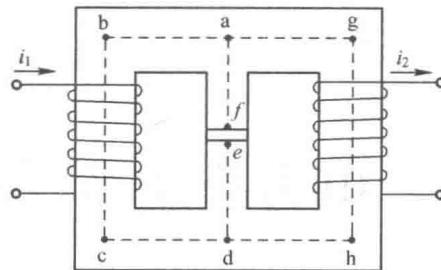

图 1-2 磁路铁心示例
1. 图1-2所示的铸钢铁心线圈内通入电流产生磁动势1500 A，其尺寸见表1-1，试求下列三种情况下，右边线圈应加的磁动势值：